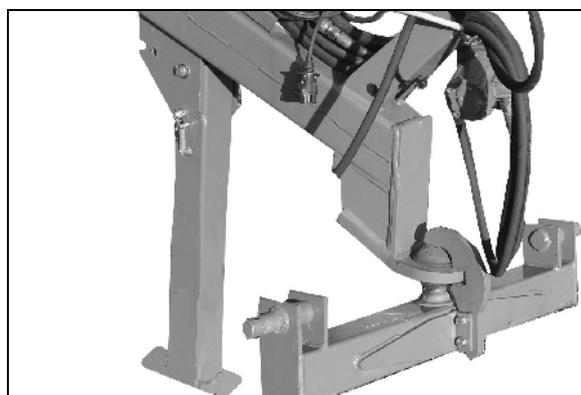

Fig. 76
- Béquille abaissée lorsque la machine est dételée (Fig. 76).